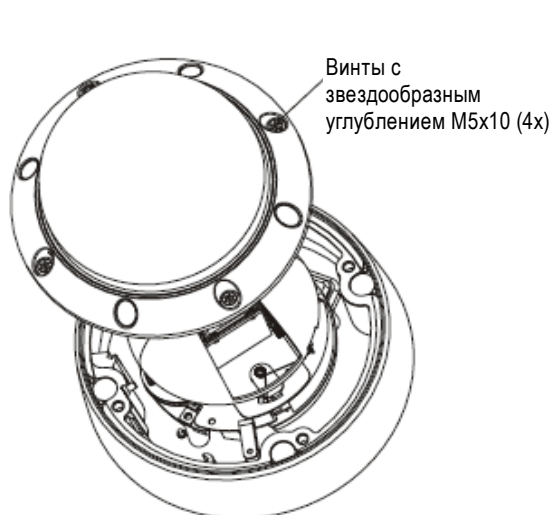

Рисунок 4
5. Освободите четыре винта со звездообразным углублением под ключ, расположенных в средней части кожуха, не трогая винты в передней части. (См. Рисунок 4).